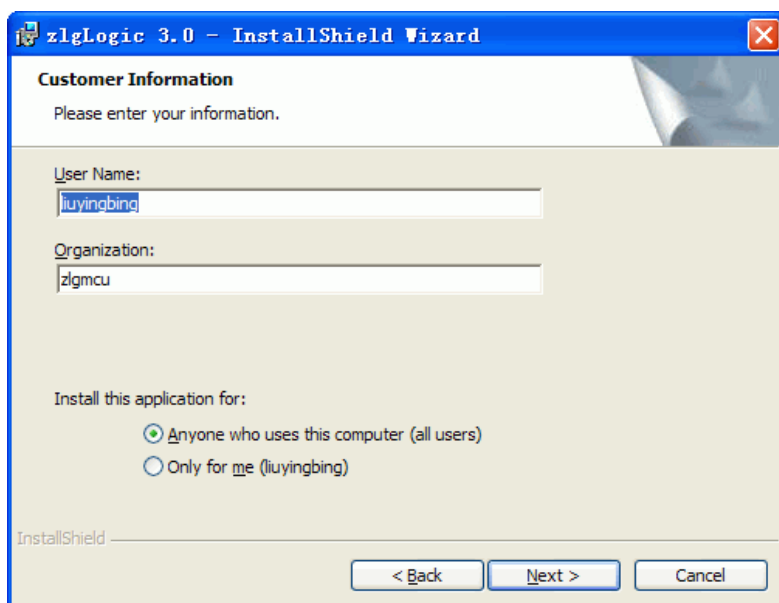

图 3.4 用户信息对话框
(4) 在图 3.4中输入用户信息，并设置使用权限，然后点击“下一步”。